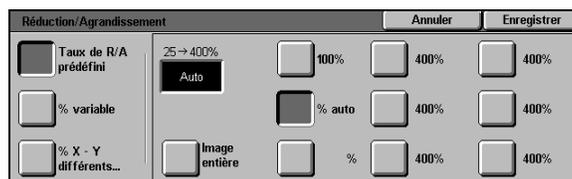

Figure 15 : Taux de réduction ou d'agrandissement prédéfinis
- 2 Choisissez % **prédéfinis** dans l'écran de réduction/agrandissement affiché (voir la figure 15).